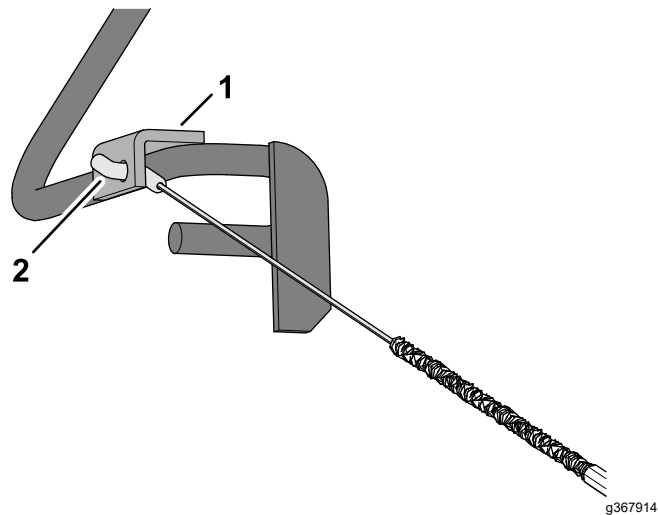

Figura 10
2. Insira a união do cabo através do orifício no suporte do manípulo de presença do operador, como se mostra na Figura 10.